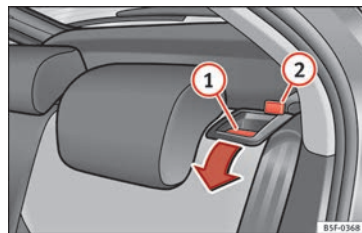

Fig. 151 Palanca de desbloqueo del respaldo.
- Pulse la palanca de desbloqueo » fig. 151 ① en el sentido de la flecha.
- Levante el respaldo hasta que encastre bien » ⚠. Si ha encajado correctamente, ya no se deberá poder ver la marca roja del pasador » fig. 151 ②.